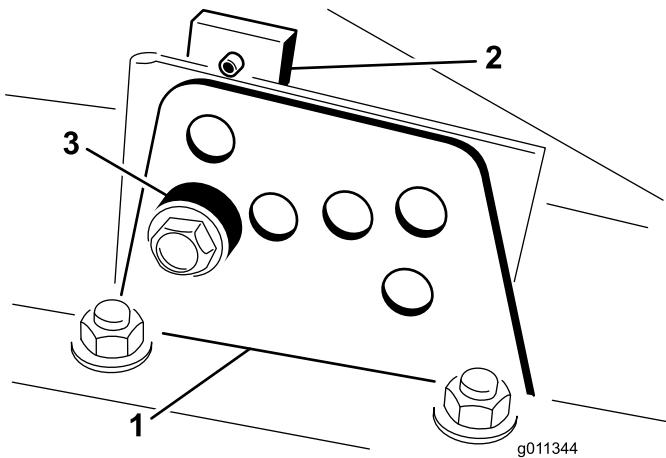

Figura 3
2. Afloje el perno que sujet a cada soporte de altura de corte a la pletina de altura de corte (delante y en cada lado) (Figura 3).
- Sujetando la cámara, retire el espaciador (Figura 3)